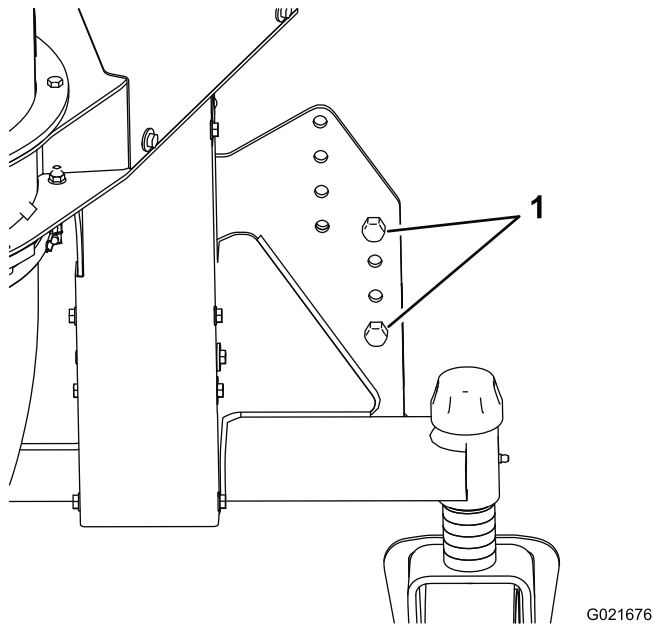

Bild 7
- Nehmen Sie die Schrauben vorsichtig ab, mit denen der Bläser an der Holzpalette befestigt ist. Nach dem Entfernen der Schrauben schieben Sie die Kiste vom Bläser weg und senken Sie den Bläser ab, bis die Laufräder den Boden berühren, der Riemen jedoch noch stramm ist (Bild 7).